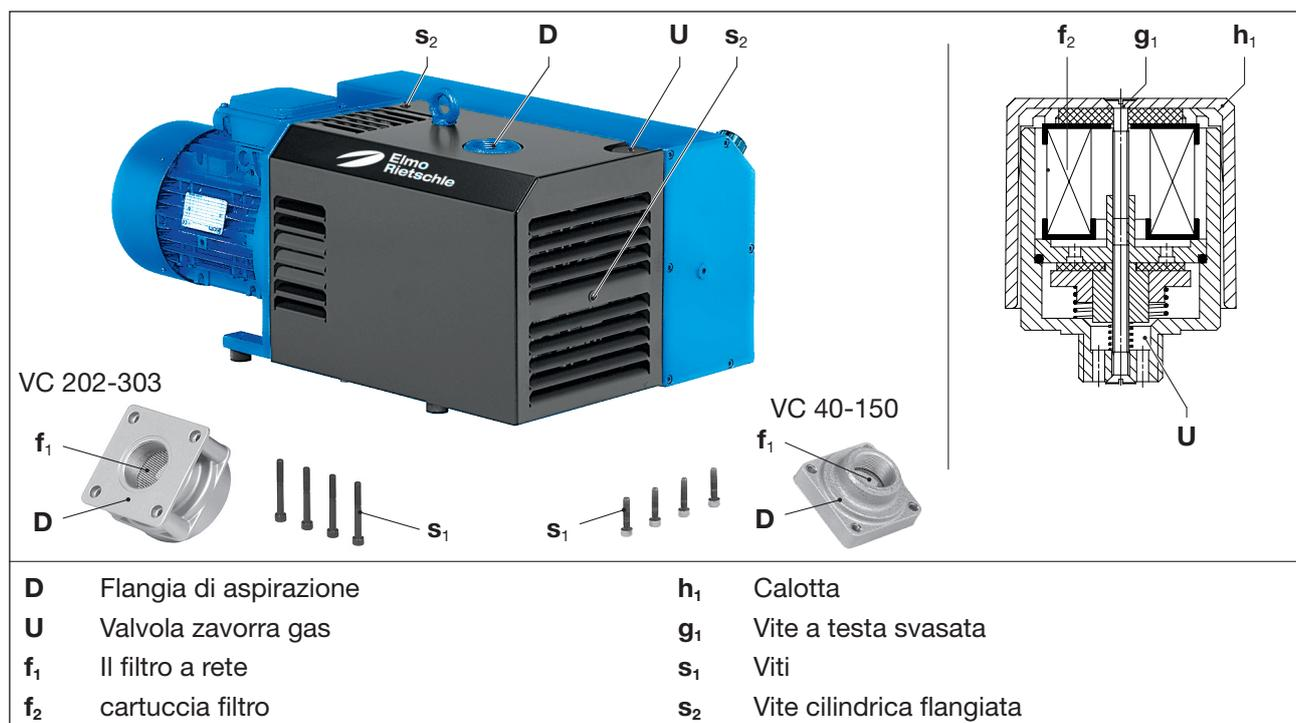

Fig. 6 Filtro a rete e valvola di zavorramento gas
Il filtro a rete (Fig. 6/f1) deve essere lavato più o meno frequentemente in base al grado di impurità del mezzo aspirato, oppure deve essere sostituito.
- b) **VC 40-150:** Allentare le due viti a testa cilindrica flangiate (Fig. 6/s2) sulla calotta e rimuovere la calotta. Rimuovere la flangia di aspirazione (Fig. 6/D) dopo aver allentato le quattro viti (Fig. 6/s1).
**VC 202-303:** Rimuovere la flangia di aspirazione (Fig. 6/D) dopo aver allentato le quattro viti (Fig. 6/s1).
- c) Pulire il filtro a rete (Fig. 6/f1).
- e) Applicare la flangia di aspirazione (Fig. 6/D) e fissarla con le viti (Fig. 6/s1).
Per VC 40-150: Rimontare la calotta con le due viti cilindriche flangiate (Fig. 6/s2).
Le pompe funzionano con una valvola zavorra gas (Fig. 6/U). La cartuccia del filtro integrata (Fig. 6/f2) deve essere pulita in base al grado di sporchezza del mezzo da filtrare con maggiore o minore frequenza.
- a) Allentando la vite a testa svasata (Fig. 6/g1) e rimuovendo il cappuccio di plastica (Fig. 6/h1), le parti del filtro possono essere rimosse per la pulizia.
- b) Pulire la cartuccia del filtro (Fig. 6/f2) lavandola o sostituirla.
- c) Inserire la cartuccia del filtro (Fig. 6/f2) nella valvola, applicare il cappuccio di plastica (Fig. 6/ha) e fissarla con la vite a testa svasata (Fig. 6/g1). Stringere la vite a mano.